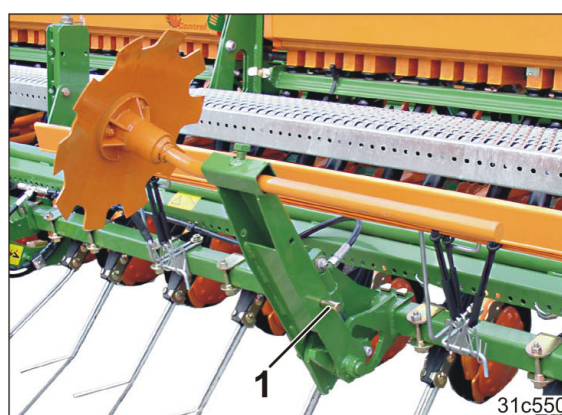

Рис. 201
2. Удерживая опору маркировочного диска, извлеките палец (Рис. 201/1) и поверните опору маркировочного диска вниз. Палец застопорен пружинным фиксатором.